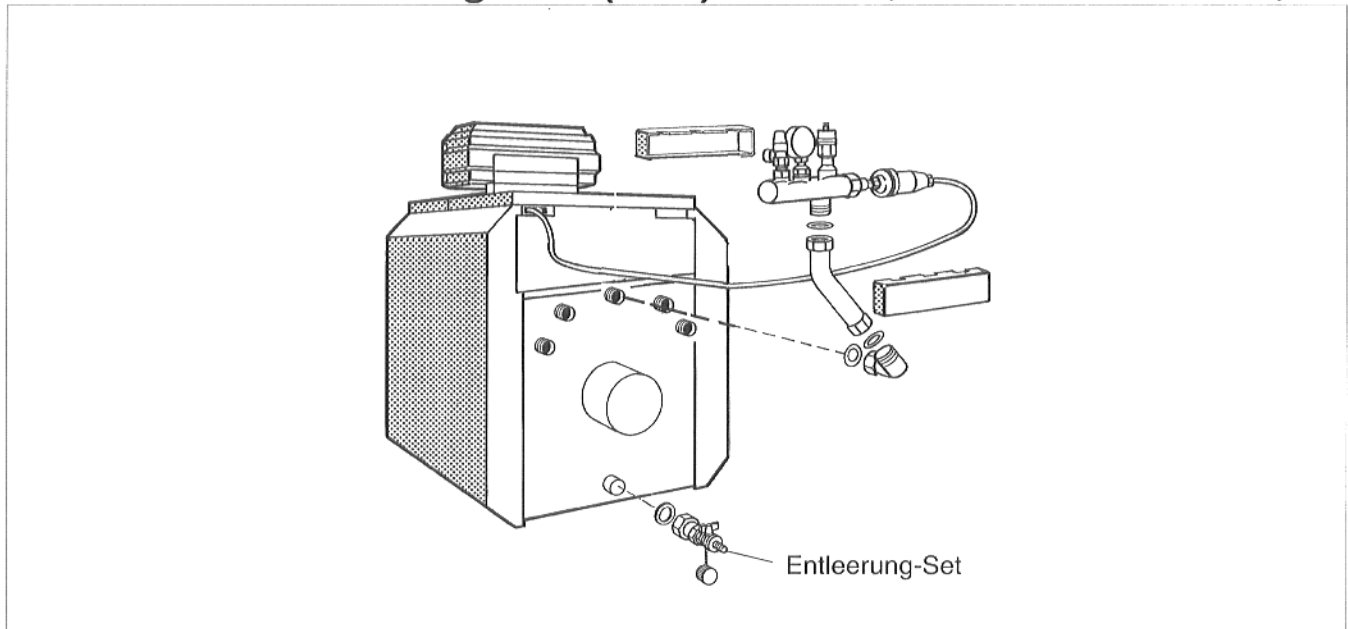

Abb. 5 Heizkessel-Entleerungs-Set am Heizkessel S115
- Dichtung in die Verschraubung des Entleerhahnes einlegen und auf den Stutzen des Sicherheitsrücklaufanschlusses des Heizkessels aufschrauben (Abb. 5 und 6).